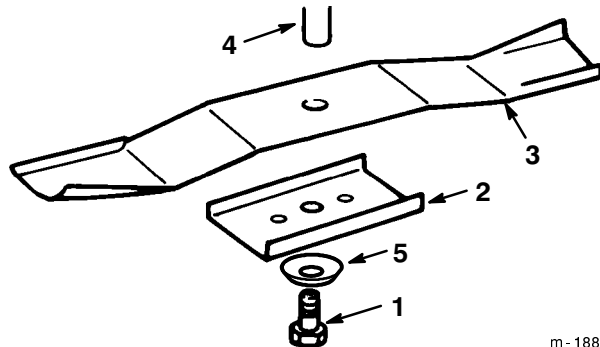

Figure 35
3. Enlevez le boulon (clé de 16 mm [5/8"]), la rondelle bombée, le porte-lame et la lame (Fig. 35). Pour enlever le boulon, bloquez éventuellement la lame en introduisant une cale en bois entre la lame et le carter de tondeuse.
1. Montez la lame, le porte-lame, la rondelle bombée (face concave vers la lame) et le boulon de lame (Fig. 35).